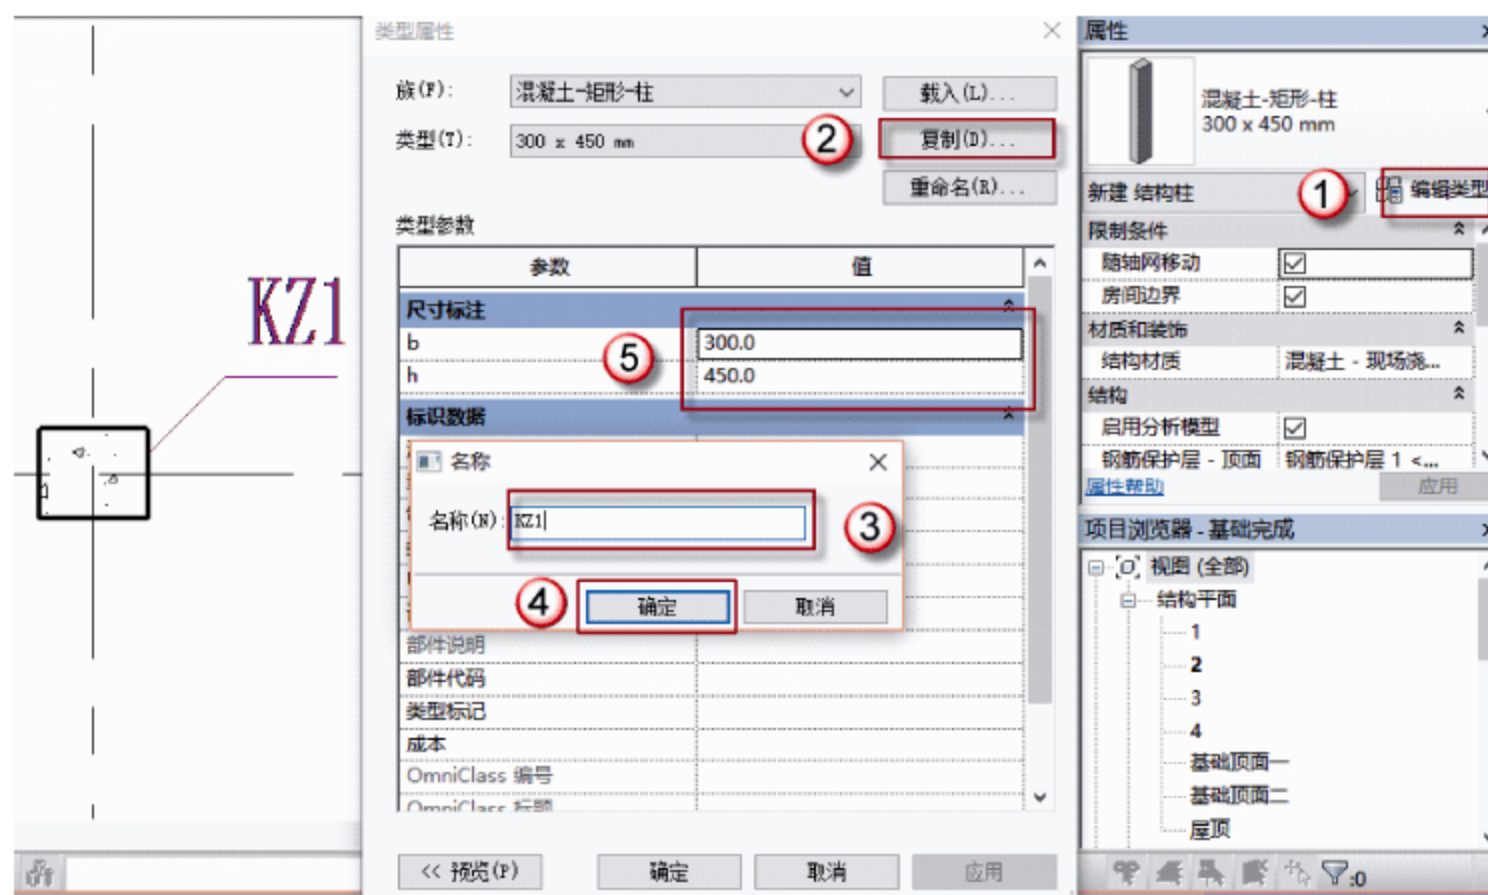

图 4.1.5 设置 KZ1 参数
(5) 设置矩形柱 KZ1 参数, 按快捷键 C+L, 出现绘制的界面, 单击“编辑类型”按钮, 在弹出的对话框中单击“复制”按钮, 再在弹出的对话框中命名新的族 KZ1, 单击“确定”按钮。在“尺寸标注”栏设置参数, 如图 4.1.5 所示。